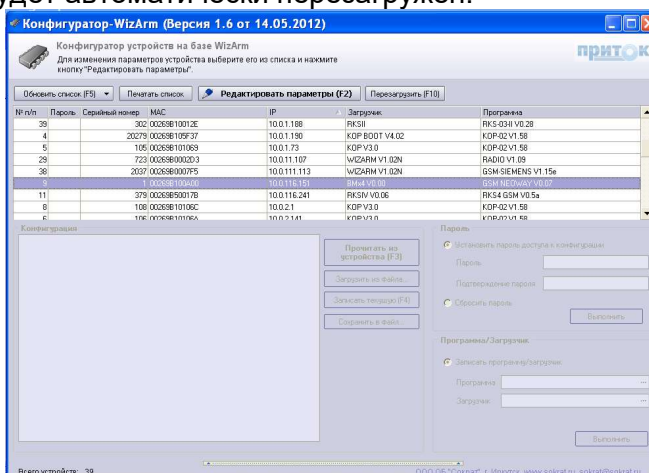

Рисунок 3 - Настройка параметров БМ-04 по сети Ethernet
- В поле «Конфигурация» внести нужные параметры (см. рисунок 3).
Примечание – С помощью программы Wizarmconfig можно установить пароль на доступ к редактированию настроек БМ-04. Для этого в режиме редактирования настроек необходимо заполнить поля «Пароль» и «Подтверждение пароля» раздела «Пароль» и нажать кнопку «Выполнить» (см. рисунок 3).